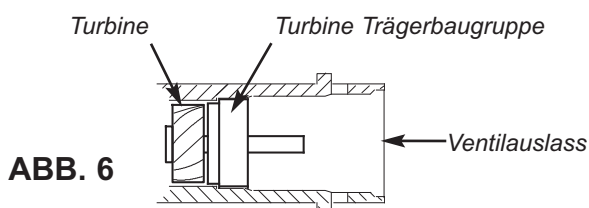

ABB. 6
9. Sicherstellen, dass die Turbinenbaugruppe sich frei im "Ausgangs-Port" des Ventils dreht (siehe Abbildung 6).